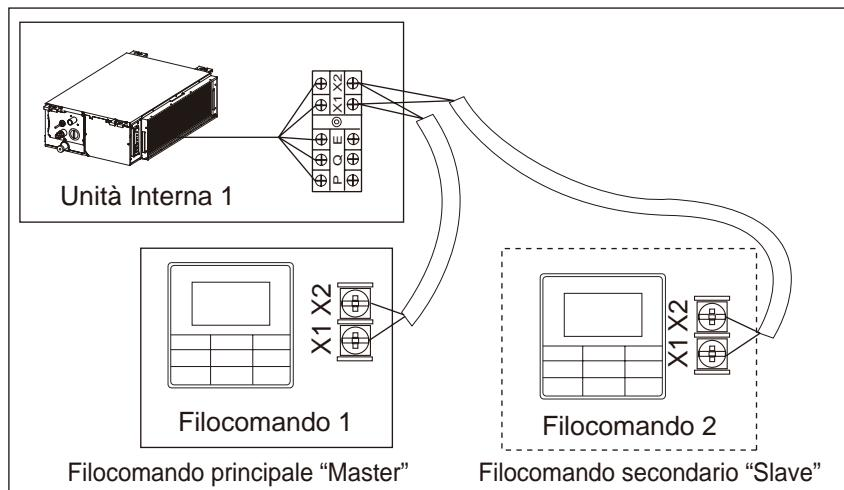

Fig. 7.7
- Utilizzare 1 Filocomando per il controllo di 1 Unità Interna, oppure 2 Filocomandi (1 principale “Master” e 1 secondario “Slave”) per il controllo di 1 Unità Interna (vedi Fig. 7.7).